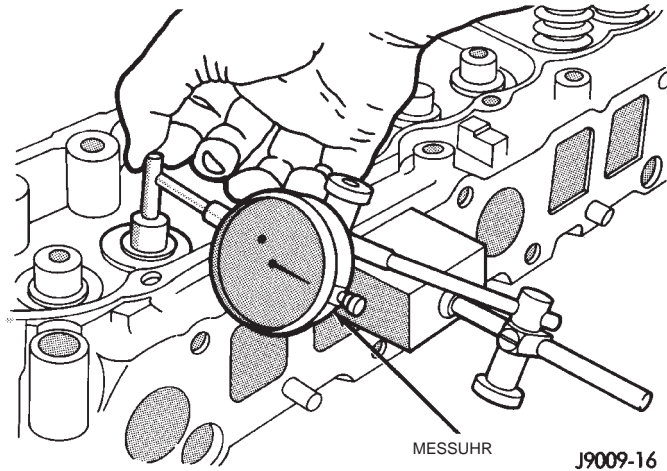

Abb. 70 Messen des seitlichen Ventilschaftspiels
(1) Mit einer Messuhr die seitliche Bewegung des Ventilschafts (Spiel zwischen Ventilschaft und -führung messen). Die Messung erfolgt bei eingebautem Ventil und unmittelbar über dem Ventilsitz (Abb. 70).
(2) Das korrekte Spiel beträgt 0,025-0,0762 mm (0,001-0,003 Zoll). Bei Überschreitung des Sollbereichs Ventilfehrung aufreiben, um ein Ventil mit Übermaß-Ventilschaft aufzunehmen.